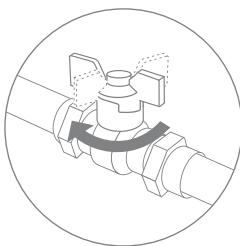

Рис. 3
- Перекройте подачу холодной воды к месту подключения (рис. 3) и сбросьте давление воды в системе водопровода, открыв вентиль смесителя.